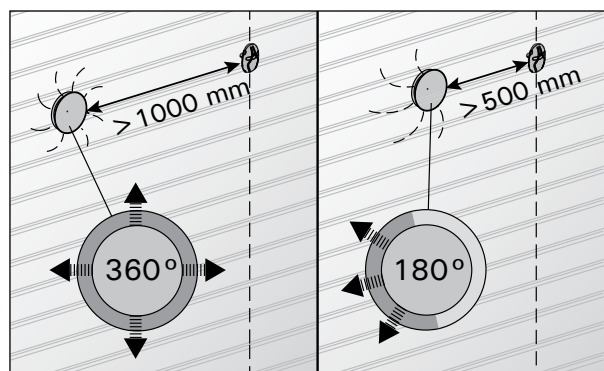

Рисунок 5. Минимальное расстояние между датчиком и вентилятором
**См. рис. 5.** Поток воздуха вблизи датчика охлаждает датчик и приводит к неточности показаний устройства управления. В результате возможен перегрев ИК-излучателей.